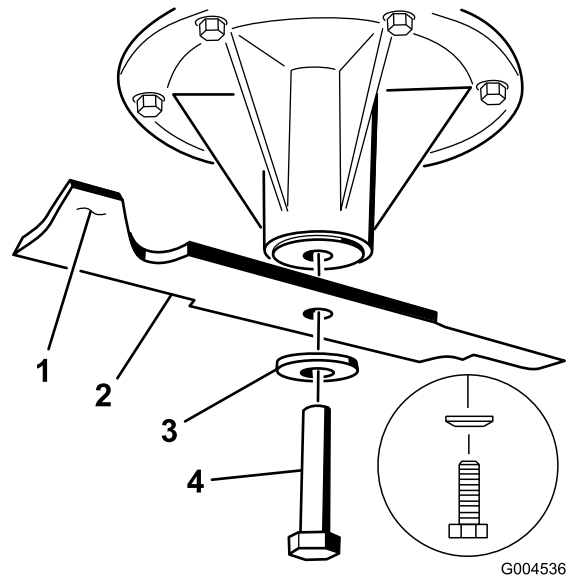

Bild 97
Hinweis: Wenn das Schnittmesser in seiner horizontalen Position bleibt, ist es ausgewuchtet und kann wiederverwendet werden. Feilen Sie, wenn das Schnittmesser nicht ausgewuchtet ist, vom Flügelbereich des Messers etwas Metall ab (Bild 97). Wiederholen Sie diesen Vorgang, bis das Messer ausgewuchtet ist.
- Setzen Sie das Messer auf die Spindelwelle (Bild 97).